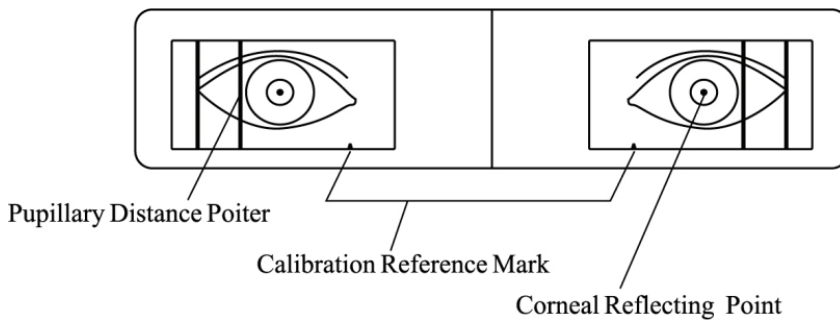
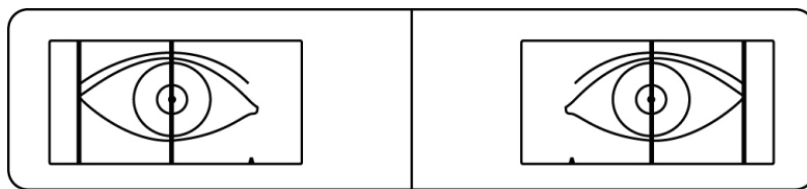

Abb. 7a (Der Anblick, den der Tester durch das Messfenster beobachtet)
Abb.7b (Der linke und der rechte Zeiger stimmen mit den reflektierenden hellen Punkten überein)
- d. Der Tester beobachtet den reflektierenden Lichtfleck auf der Pupille des Probanden durch das Messfenster. Verschieben Sie die linken und rechten Pupillen-Messtasten, der linke und rechte Pupillenabstandszeiger stimmen mit den reflektierenden Lichtpunkten der linken bzw. rechten Pupille des Probanden überein (wie in Abb. 7a und Abb. 7b gezeigt). Die im Anzeigenfenster angezeigten Daten sind der gemessene Pupillenabstand.